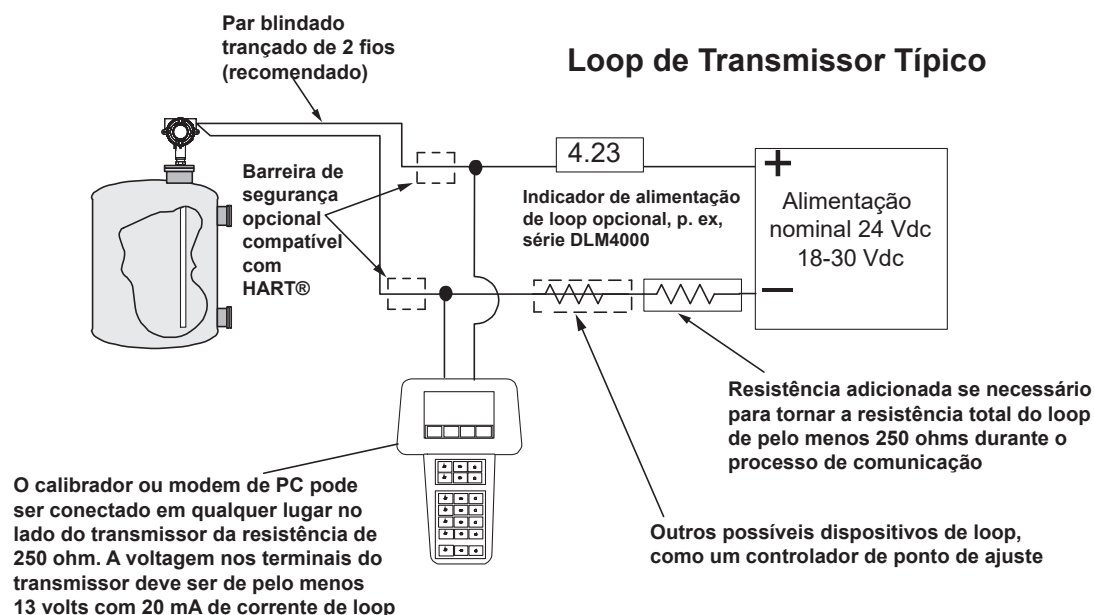

Figura 4-1
1. Conecte o calibrador portátil conforme mostrado na Figura 4-1.